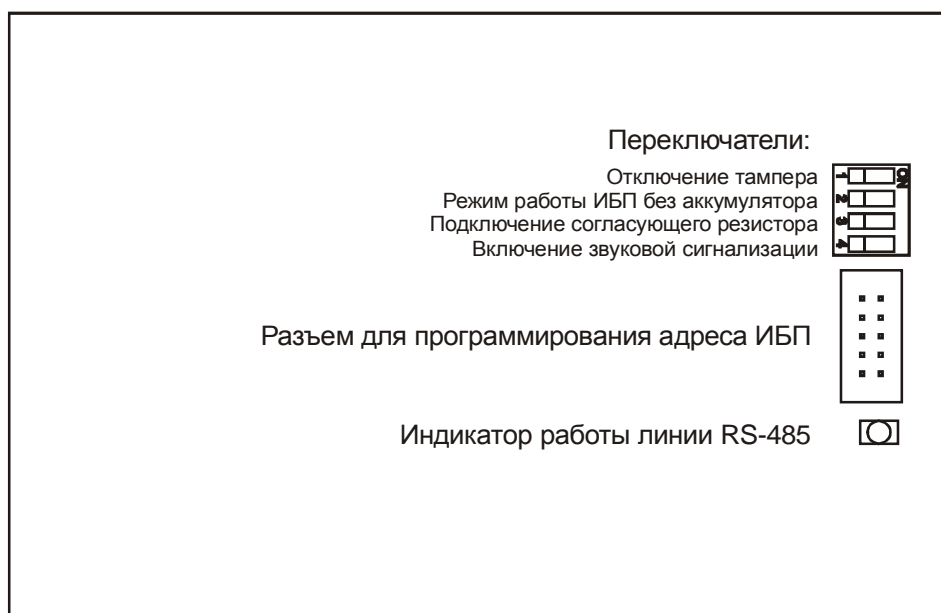

Рис. 8 Внешний вид платы контроллера состояний
4.5 Внутри корпуса на двери размещена плата контроллера состояний (Рис. 8).